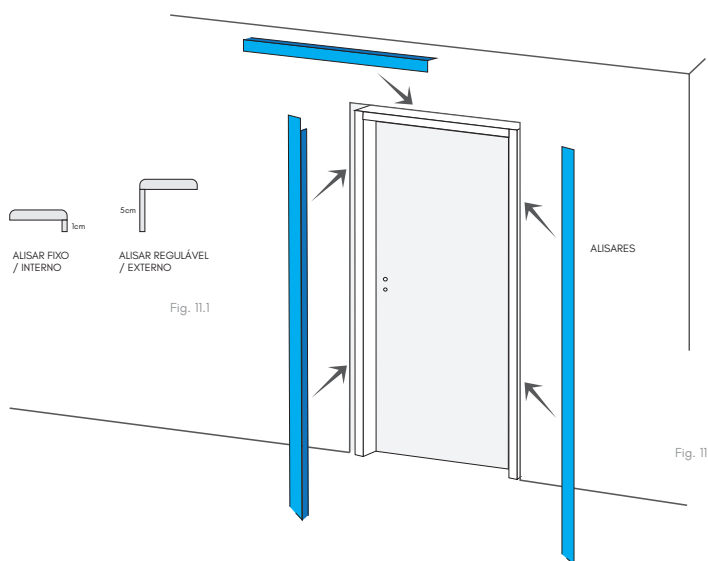

Fig. 11
- Instale os alisares reguláveis no lado externo. (Fig. 11)